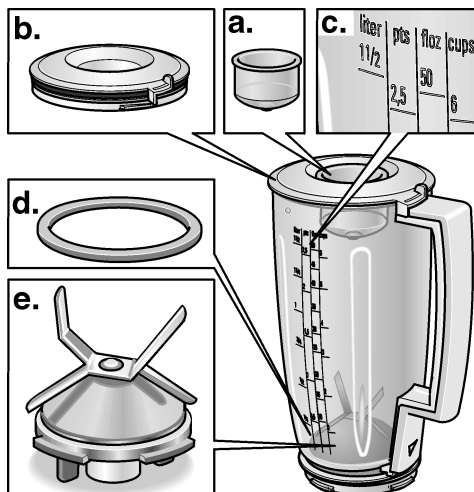

Figure 9
Le Robot Culinaire Bosch Série Universal MUM 6N11 UC comprend les accessoires du mixeur. Ce mixeur comprend les accessoires illustrés par la figure 9.
1. Avant d'utiliser le mixeur pour la première fois, nous vous recommandons de laver le couvercle du bol mixeur, la coiffe / l'entonnoir et l'embase à lame. Tous les composants sauf l'embase à lame peuvent se laver au lave-vaisselle. Détachez l'embase à lame du mixeur (voir fig. 9).